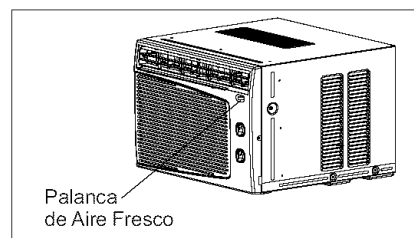

Fig.10
**Ventilación de aire fresco** se usa para mantener en la posición cerrado. Usando sólo para limpiar humos y/o olores de la habitación, tire a comenzar. Vea la Fig. 10.